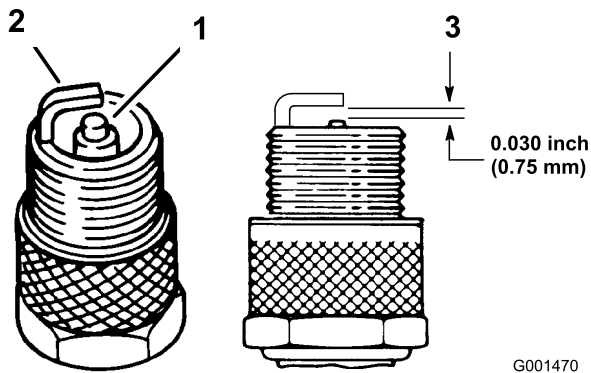

Figure 45
4. Vérifiez l'état des électrodes latérale et centrale, ainsi que de l'isolateur de l'électrode centrale (Figure 45).
5. Réglez l'écartement entre les électrodes centrale et latérale à 0,762 mm (Figure 45).